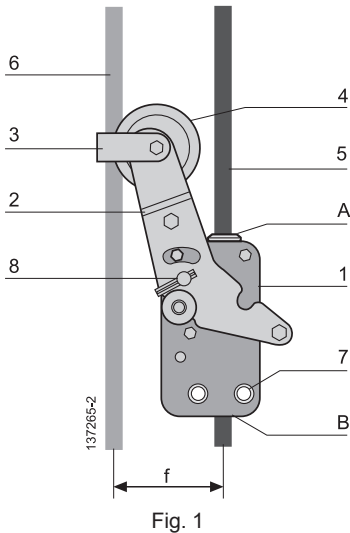

Fig. 1
El dispositivo anticaídas Blocstop™ tipo BSA (figura 1) está formado por una carcasa de acero cincado (elemento 1, fig. 1) y una palanca de acero cincado (elemento 2, fig. 1) con un rodillo de detección de acero cincado (elemento 4, fig. 1) montado en su extremo. El dispositivo anticaídas se monta rígidamente en la plataforma suspendida mediante 2 tornillos y tuercas autoblocantes, montados previamente en los orificios (elemento 7, fig. 1). La palanca (elemento 2, fig. 1) se gira para abrir y cerrar las mordazas.
El dispositivo anticaídas funciona de forma automática y depende únicamente de la distancia f (consulte la fig. 1) entre el cable de elevación (elemento 6, fig. 1) utilizado para elevar la plataforma suspendida y el cable anticaídas (elemento 5, fig. 1) que atraviesa la unidad (elemento 1, fig. 1).
- Cuando el cable de elevación (elemento 6, fig. 1) está tensado, la palanca (elemento 2, fig. 1) mantiene las mordazas abiertas y el cable anticaídas (elemento 5, fig. 1) se desliza libremente por la unidad (fig. 7).
- Cuando el cable de elevación (elemento 6, fig. 1) está flojo, la palanca (elemento 2, fig. 6) gira, empujada por su muelle de retorno en la carcasa (elemento 1, fig. 6), haciendo que las mordazas aprisionen el cable anticaídas (elemento 5, fig. 1). La plataforma suspendida se detiene inmediatamente en el lado en el que está instalado el dispositivo anticaídas.
El accionamiento de la palanca (elemento 2, fig. 1) puede deberse a:
La guía del cable de acero cincado (elemento 3, fig. 1) garantiza que el cable de elevación (elemento 6) esté siempre en contacto con el rodillo (elemento 4, fig. 1).
IMPORTANTE: Cada dispositivo anticaídas viene ajustado de fábrica (posición de la palanca [elemento 2, fig. 1] con respecto a la carcasa [elemento 1, fig. 1]) mediante un tornillo y una contratuerca. Está prohibido modificar el ajuste de la palanca con respecto a la carcasa.